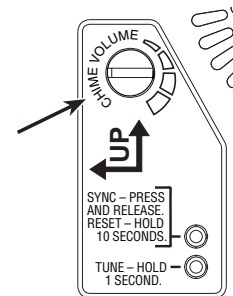

Figura 10
11. Girar la perilla de control de volumen en la base de la campanilla y regular el volumen (vea la Figura 10).